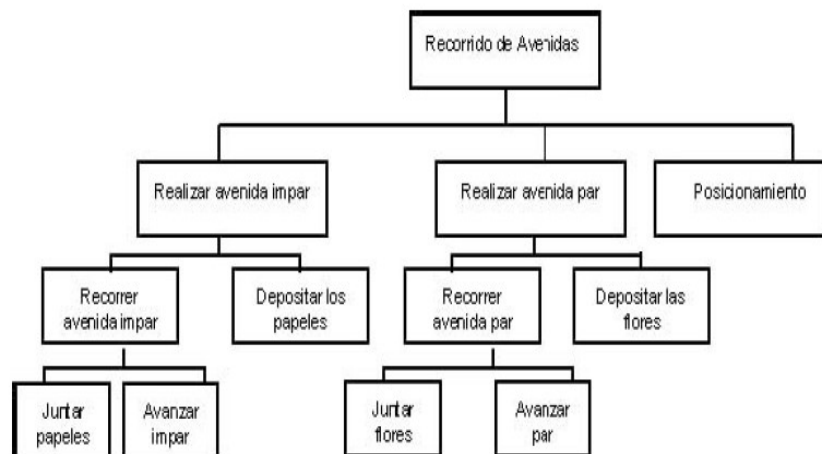

Figura 5.4: Diseño Top-Down del Ejemplo 5.4
La representación gráfica se muestra en la figura 5.4. Puede verse que a nivel de módulo se considera como elemento de trabajo a la avenida mientras que a nivel de submódulo se hace sobre las esquinas de cada avenida.
- Podemos notar que no todos los submódulos de la figura 5.4 se han convertido en procesos. Esto se debe a que algunos de ellos son lo suficientemente simples como para traducirse en una instrucción del robot. Por ejemplo, "Avanzar impar" se traduce en la instrucción mover.